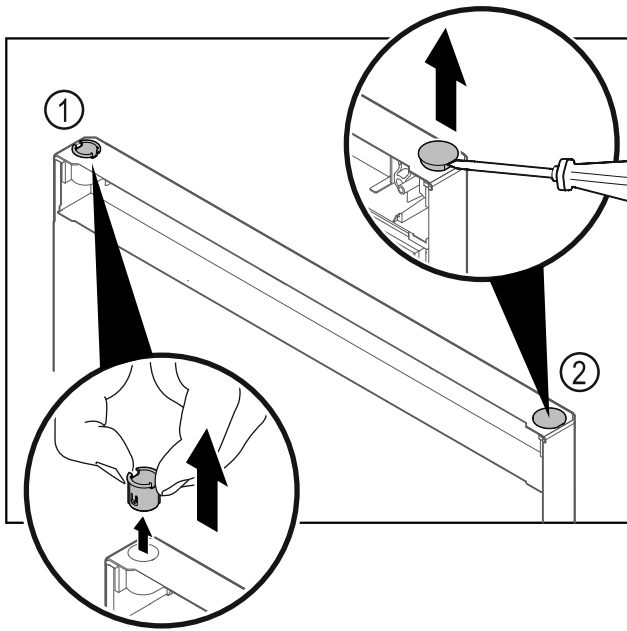

Fig. 28
- ▶ Scharnierbus Fig. 28 (1) met de vingers eruit trekken.
- ▶ Afdekslop Fig. 28 (2) voorzichtig met een sleufschroevendraaier optillen en eruit trekken.